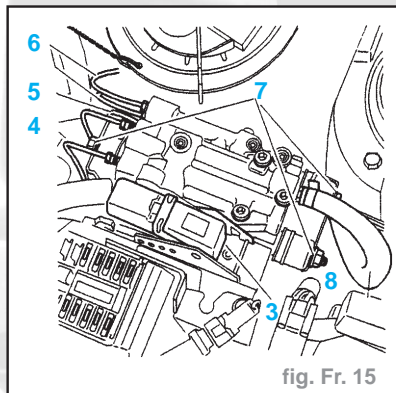

fig. Fr. 15
- Débrancher le connecteur (3) (fig. Fr. 15).
- Reposer (fig. Fr. 15) :
- les vis (7), serrer à **2,2 daN.m**
- Accoupler (fig. Fr. 15) :
- les tubes (6)
- les tubes (4) et (5) (garniture joint neuve)
- Serrer (fig. Fr. 15) (daN.m) :
- les tubes (6) **1**
- les tubes (4) et (5) **0,8**
- Accoupler la durite (8).
- Rebrancher le connecteur (3).
- le réservoir LHM (1) (voir opération correspondante)